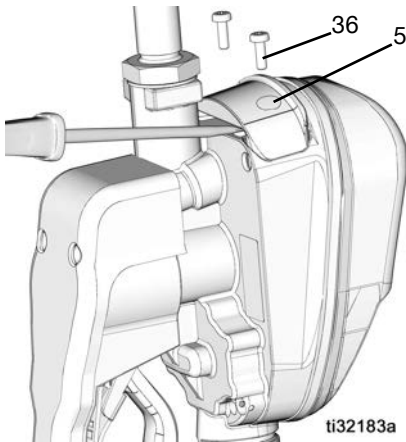

FIG. 77
1. retirer les vis (36) du couvercle du compartiment des piles (5).
2. Avec un petit tournevis plat, dégager doucement le couvercle du logement de la vanne de distribution de précision en bas du couvercle, à côté de la fixation de l'extension tel qu'illustré sur la Fig. 77.